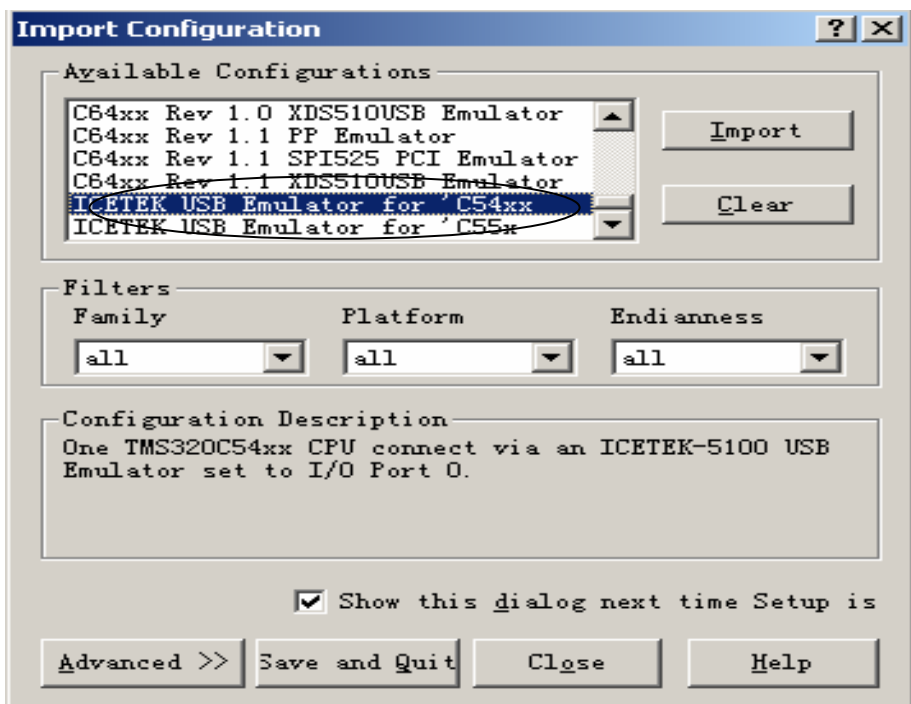
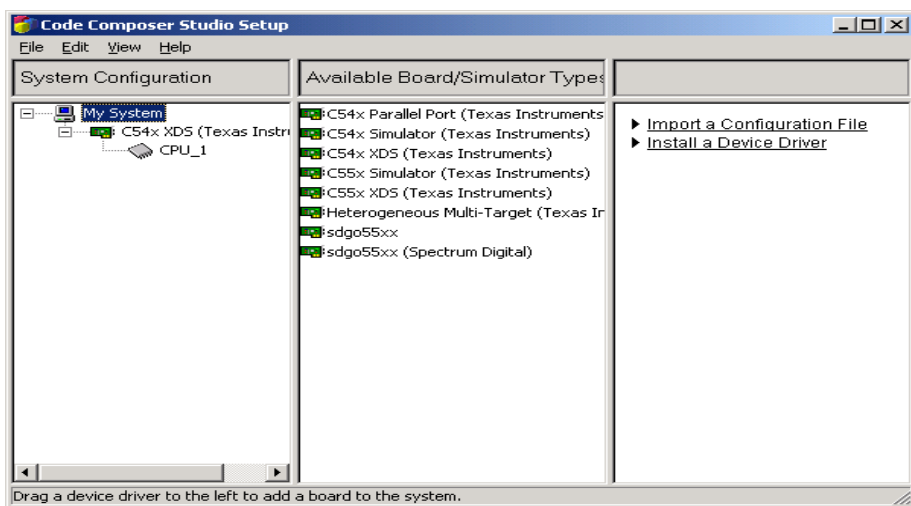

图 4.11 开发软件配置驱动图示 1
图 4.12 开发软件配置驱动图示 2
2. 此时，打开配置程序如图 4.11，如果显示界面与此不一样，请跳到 3。
3. 如果显示界面如图 4.12 ,请执行主选单“File”下的“Import...”选项，此时，可以看到如图 4.11 所示的对话框：
4. 在图 4.11 的对话框中，点击“Clear”按钮，这样将会清除原有的配置。然后，在列表框“Available Configurations”中加亮“ICETEK-5100 USB Emulator for c54xx”选项。如图 4.11 种圆圈所示。点击对话框中的“Import”按钮，然后点击“Close”按钮，回到 3 所示的界面中。